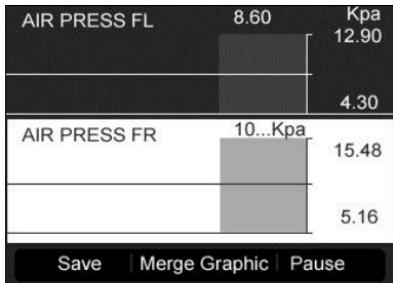
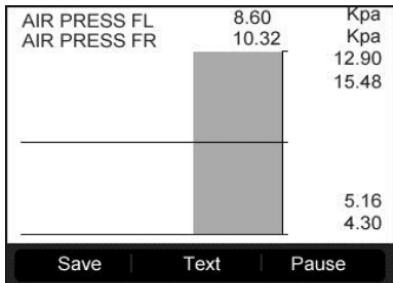

Figura 6.7
Figura 6.8
- Cuando el sensor de datos se muestra en gráfica, la herramienta ofrece dos opciones más: **Dos Gráficas y Fusionar Gráfica**. La primera opción puede mostrar dos gráficas en la misma pantalla (Figura 6.7), y la segunda opción puede fusionar ambas gráficas en una. (Figura. 6.8)